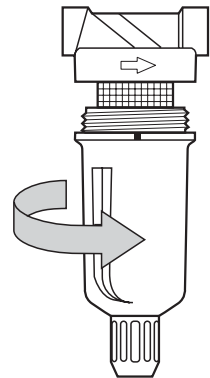

Fig.6
- Riavvitare con cura il gruppo bicchiere, dopo aver lavato anche esso, usando solo le mani (non usare pinze o altro) (Fig.6).